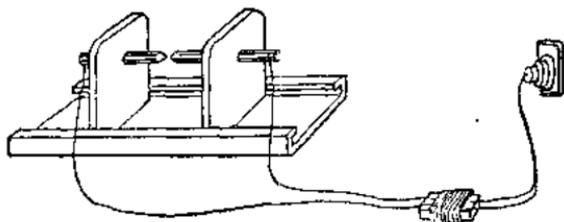

图 5
4. 装配：将碳精棒装在支架上，支架底部两端露出 2 毫米处插入底板凹槽，导线接在碳精棒二端，导线另一端接到经济灯方棚的低压端，最后方棚接到电源，并按电源强弱，先接触后放开，逐步移动支架板，到一定距离，两根碳精棒中间会发出闪光和电火花(图 5)。